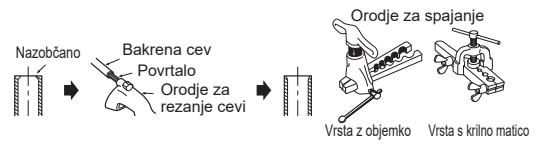

Fig. 3
- S trakom ali drugim materialom zatesnite spoj med odtočno cevijo izdelka in podaljševalno odtočno cevijo (notranji premer 16 mm) (J).
- Če odtočno cev priključite na togo PVC-cev, jo čvrsto potisnite v togo cev. (Fig. 3)
- Pobrusite in popolnoma zgladite odrezani rob cevi. (Fig. 3)